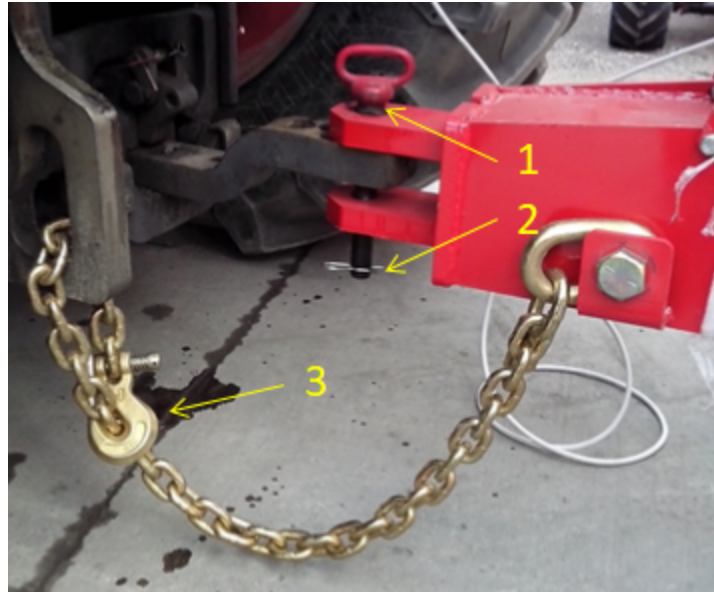

Figure 8 — Attelage au tracteur
2. Insérez la tige de blocage (Figure 8, no 1) et bloquez-la avec une goupille (Figure 8, no 2).
3. Fixez la chaîne de sécurité (Figure 8, no 3) entre la remorque et le tracteur en utilisant les points d'ancrage prévus à cet effet.
5. Retirez la goupille de la tige de blocage et la tige de blocage, et retirez la chaîne de sécurité (Figure 8).